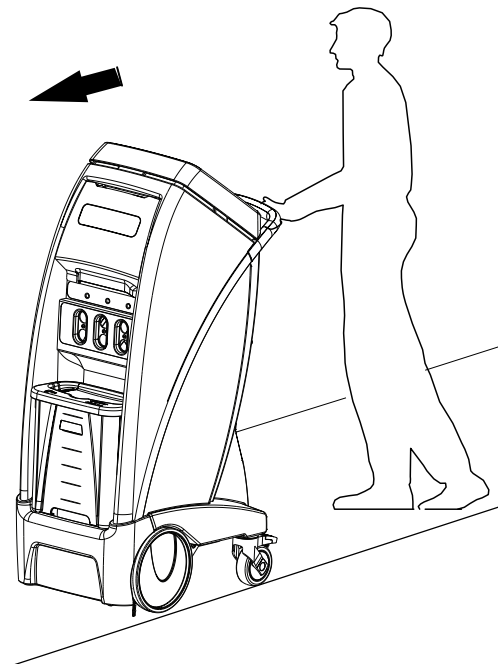

Abbildung 3-23: Transportposition
3. Sicherstellen, dass das Produkt mit nach vorne weisenden Ports platziert wird (Abbildung 3-23 auf Seite 3-41).